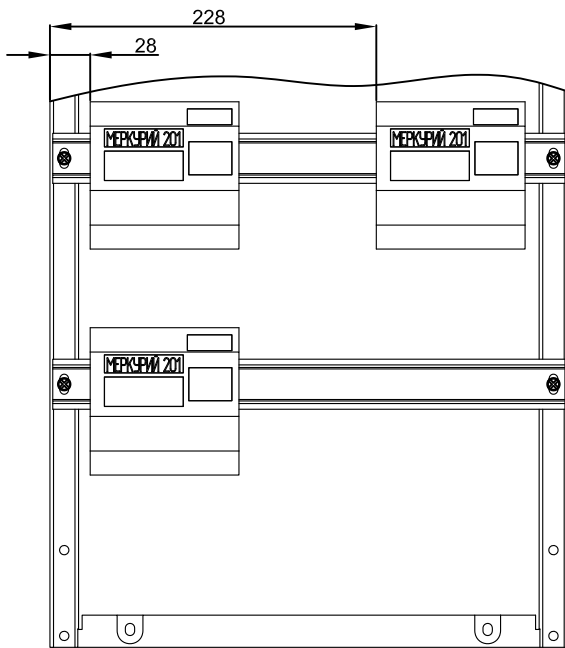

Рисунок 6
2.6 Установите счётчики на нижние Т-образные направляющие ТН35-7,5: два – для ЩЭ-2, три – для ЩЭ-3 и четыре – для ЩЭ-4 (рисунок 6).